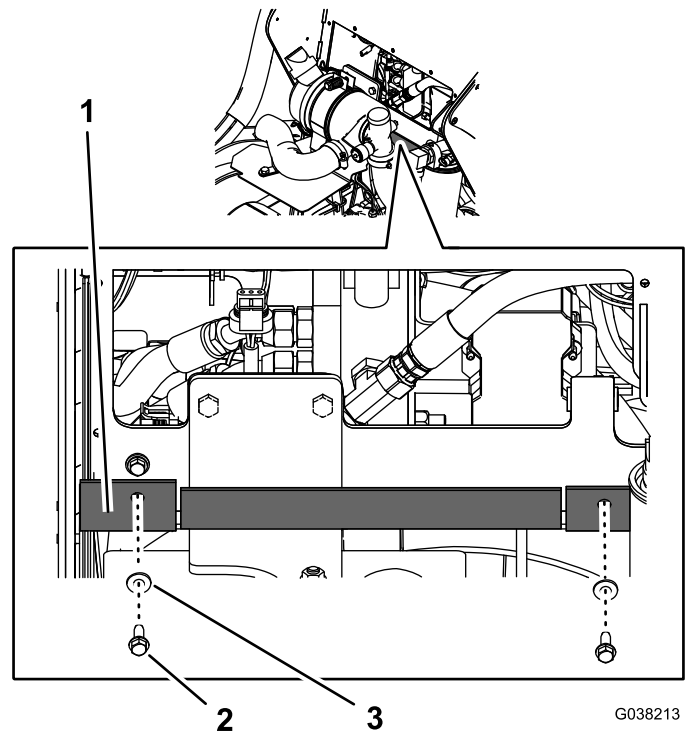

Figura 19
6. Instale los 2 pernos y las 2 arandelas para sujetar el deflector de goma a la máquina (Figura 19).